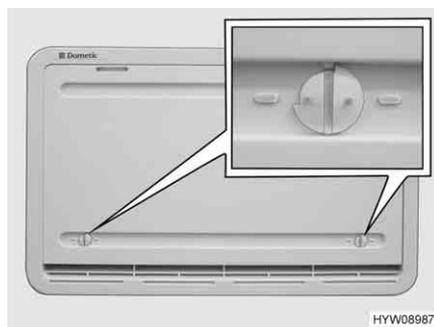

Fig. 156 Protection hivernale
Quand le réfrigérateur doit être utilisé à basses températures extérieures, le fabricant recommande d'employer une protection hivernale (Fig. 156) pour ses grilles d'aération du réfrigérateur.
- Ouvrir les deux dispositifs de verrouillage (Fig. 156) (la rainure est à l'horizontale).